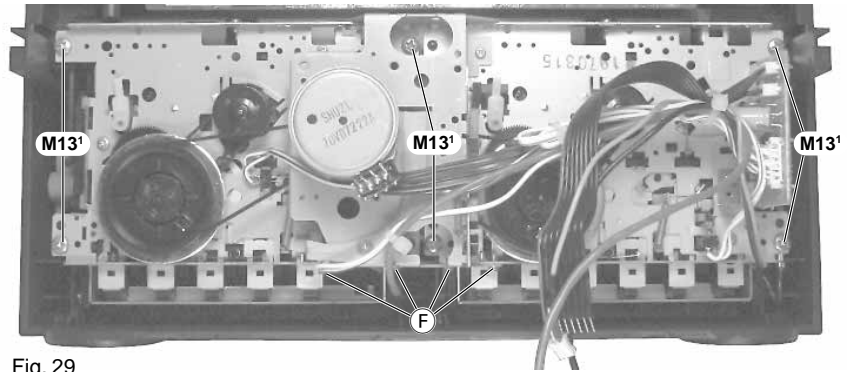
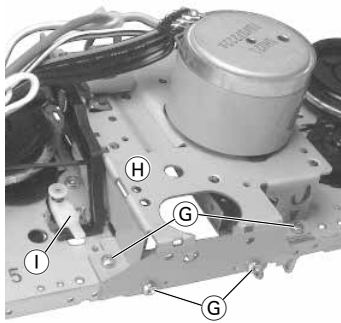

Fig. 29
Fig. 30
- 6 Schrauben M13¹ (Fig. 29) herauserschrauben und das Laufwerk abnehmen.
- Die 4 Schrauben F (Fig. 29), die 4 Schrauben G (Fig. 30) herauserschrauben und den Verbindungsrahmen H vorsichtig aushängen.
Achtung: Beim Aus- und Einbau des Verbindungsrahmens H auf den Pausenverriegelungshebel I achten (Fig. 30)!
- Undo 6 screws M13¹ (Fig. 29) and take the drive mechanism off.
- Undo 4 screws F (Fig. 29), 4 screws G (Fig. 30) and disengage the connecting frame H carefully.
Warning: When removing and refitting the connecting frame H take care of the pause locking lever I (Fig. 30)!